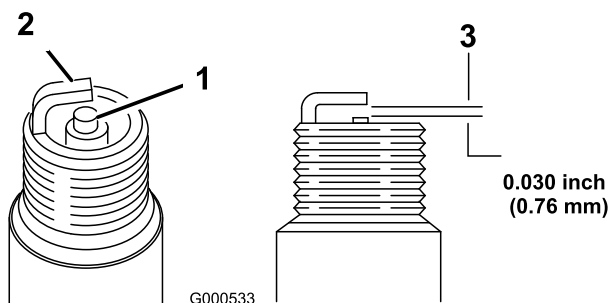

Figure 23
1. Contrôlez la bougie (Figure 23).
2. Contrôlez l'écartement entre l'électrode centrale et l'électrode latérale (Figure 23). Courbez l'électrode latérale si l'écartement est incorrect.